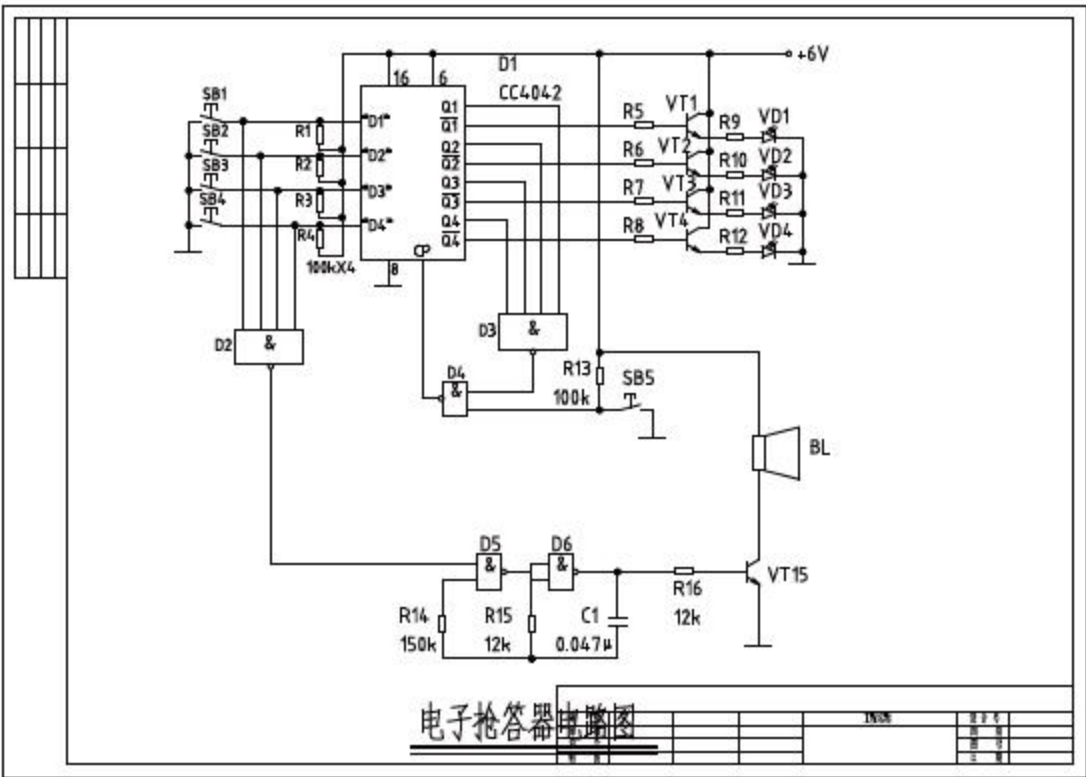

图14-4 插入图框
**03** 单击【确定】按钮，在绘图区域中单击鼠标左键，插入图框的结果如图14-4所示。